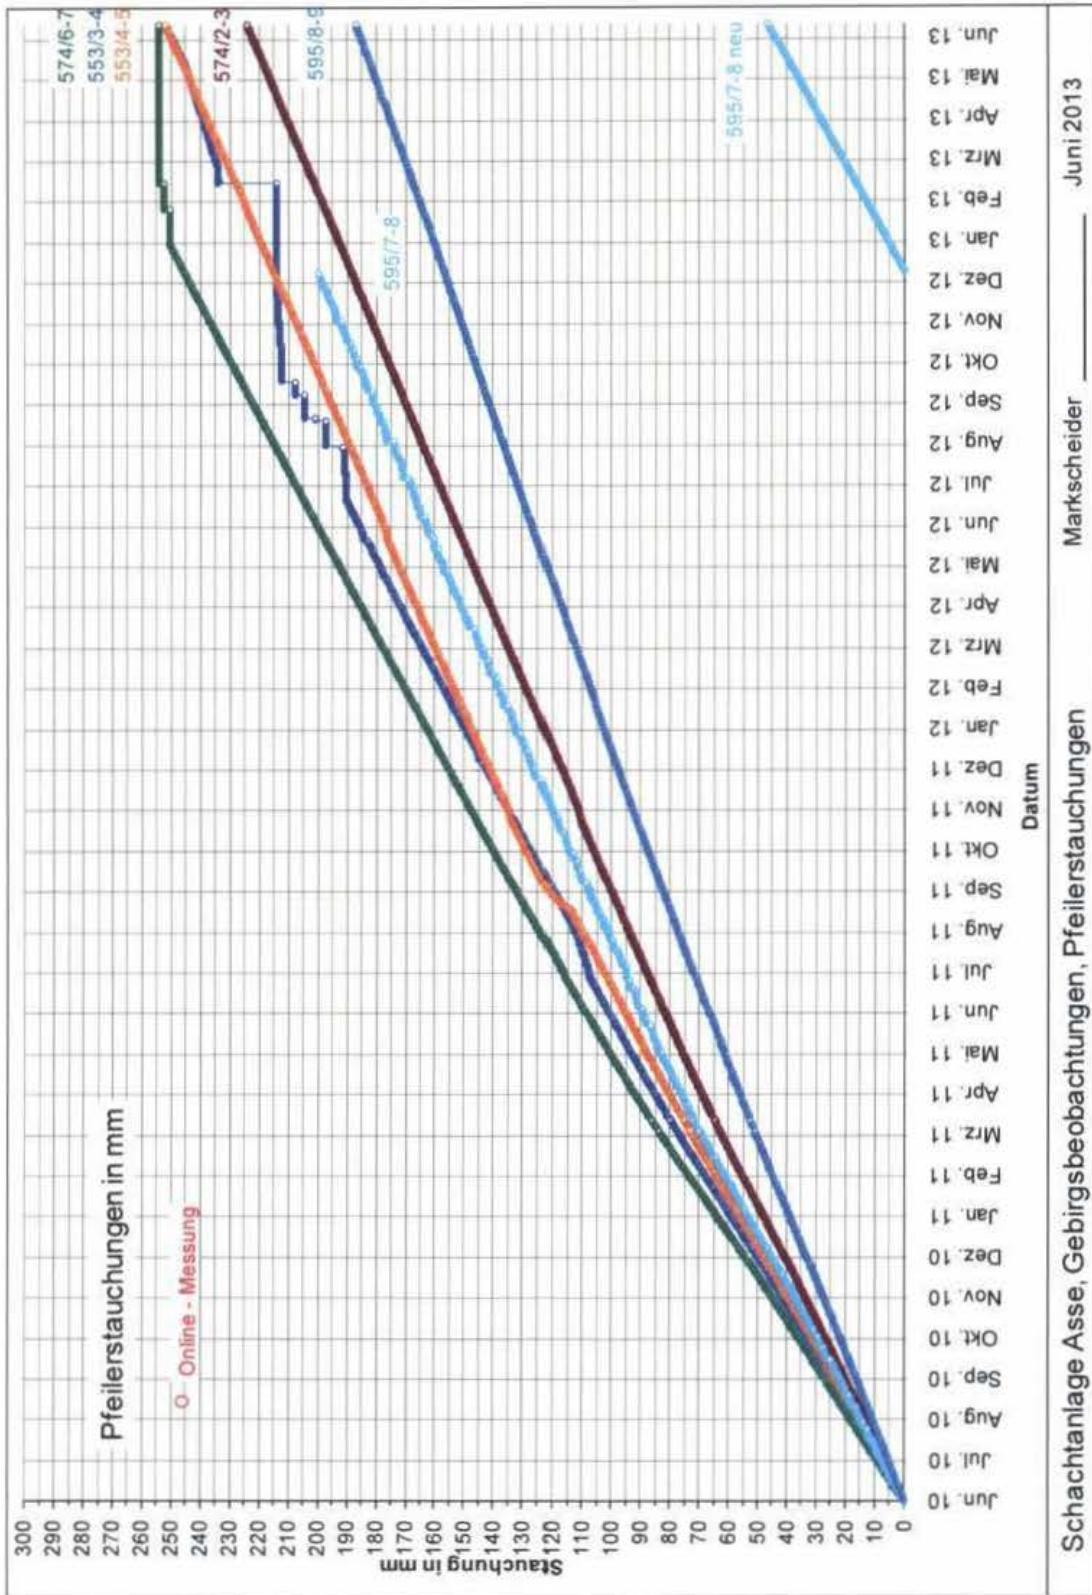

Abbildung 5b: Elektronische Messwerte der Extensometer auf der 553- bis 595-m-Sohle
- Abbildung 5b: Elektronische Messwerte der Extensometer auf der 553- bis 595-m-Sohle